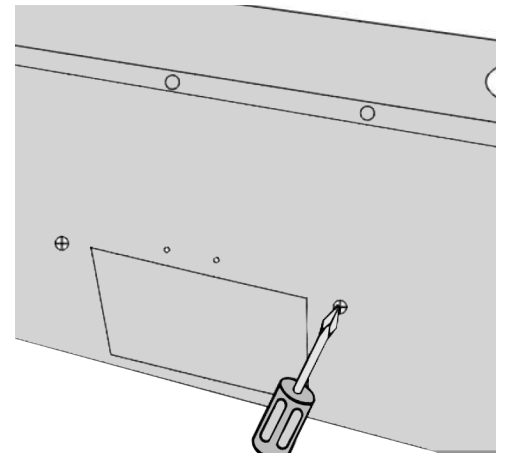

Figure 9
- Installez les 4 vis pour tenir le moteur – utilisez un tournevis pour effectuer cette opération – PAS UNE PERÇEUSE, puisque cela pourrait effiloche les filages du caisson du moteur (Voir figure 9).